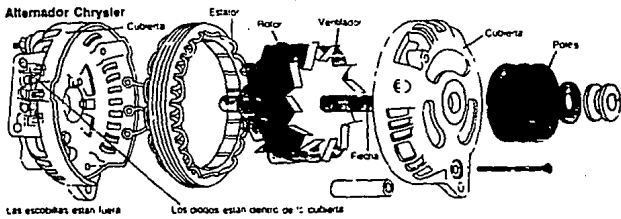

figura 10. Alternador
Las bobinas fijas del alternador (estator), interceptan el campo magnético rotatorio generado por el rotor; el campo magnético interceptado pasa a los diodos, donde se convierte en corriente directa (CD), ya que el alternador entrega corriente alterna (CA) (ver figura 10).